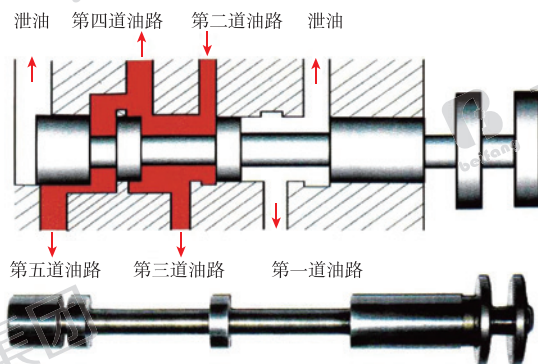

图 1
- (1) 手控制阀在装配时如果忘了和操纵机构连接，变速器便始终处于空档，汽车无法行驶。
- (2) 大部分变速器要求在“N”位上与操纵装置连接。但大众等变速器要求在“P”位连接，如果在“N”位连接，“D”位上会形成空档，本来应供给起步档离合器、制动器的油直接泄入油底壳，导致汽车无法行驶，挂“P”位时换档手柄反弹。手控制阀结构原理见图1。